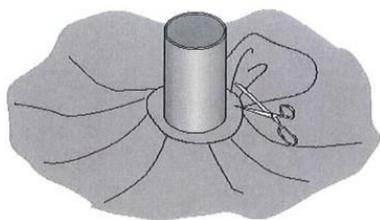

Figura 14
2. Faça uma abertura do mesmo tamanho que o diâmetro do tubo no local onde este deve ser colocado (Figura 14);